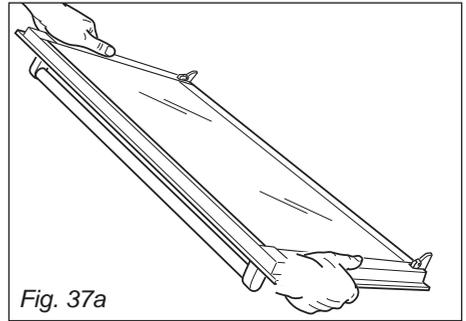

Fig. 37a
1. Hold the door firmly (fig. 37a).